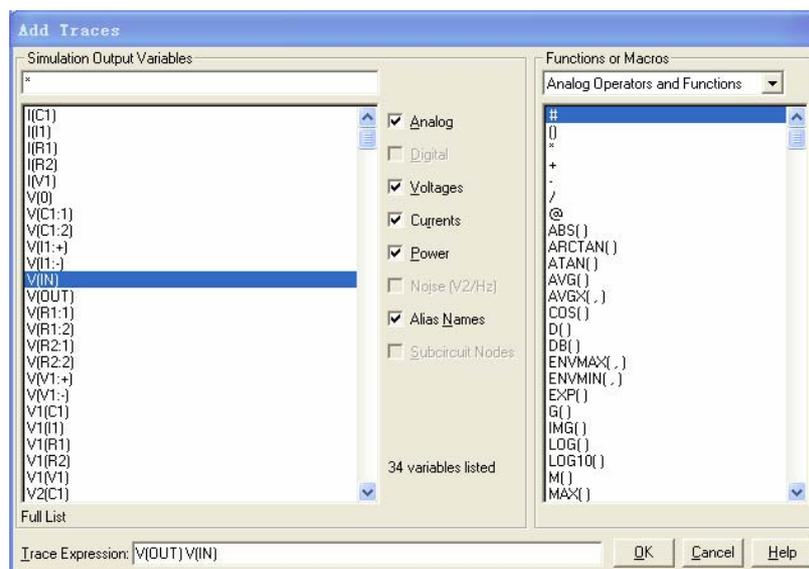
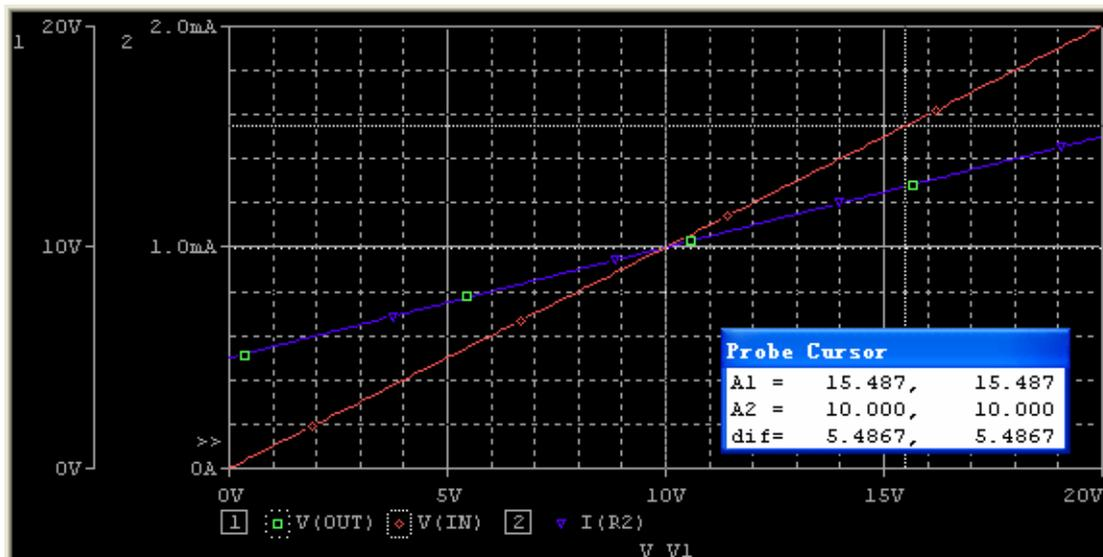

图 9：Add Traces 添加踪迹窗口
图 11: 直流扫描的结果，显示 Vout, Vin 和通过电阻 R2 的电流。光标被用于 V(out) 和 V(in) 右击一条踪迹的图例，可以改变其颜色等属性。选择一条踪迹的图例，按 Delete 键，可以删除该踪迹。
- 你可以添加第二个 Y 轴并用它显示电阻 R2 上的电流，就像下面图 11 显示的那样。从探针窗口菜单选择 Plot > Add Y Axis，下一步，为 I(R2) 添加踪迹。
- 为了将光标与第二个踪迹（用于 V(IN)）相关联，右击窗口底部 V(IN) 的图例。你将看到围绕在 V(IN) 周围的轮廓，当你右击第二个踪迹时光标会吸到它上面。第一个和第二个光标的值以及它们之间的差值将显示在 Probe 探针窗口。
- 在添加踪迹时你可以在踪迹上进行数学计算，如图 9，在 Add Trace 窗口的右边所示。